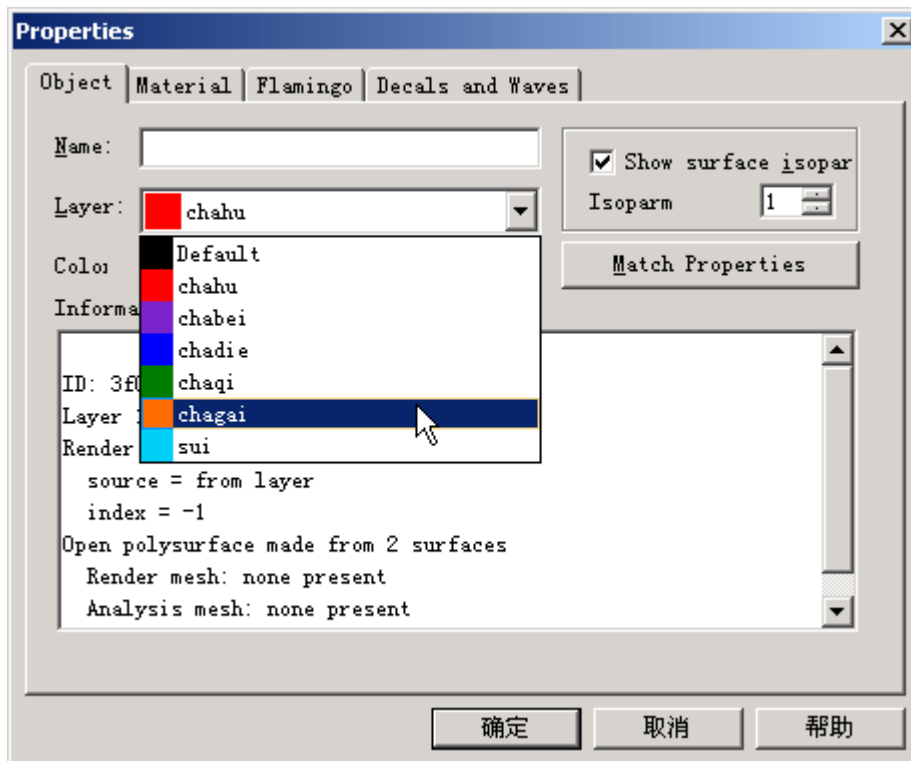

图 1-2-11
step6:选择茶盖, 点击  Object Properties: 物体属性选项, 在 Layer 菜单中选择我们命名的 chagai 这一选项, 如下图 1-2-11 所示: